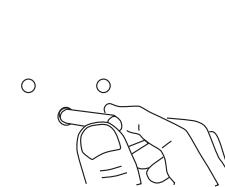

Рис.6
- Вставьте пластиковые анкера (дюбели) в отверстия (рис.6)